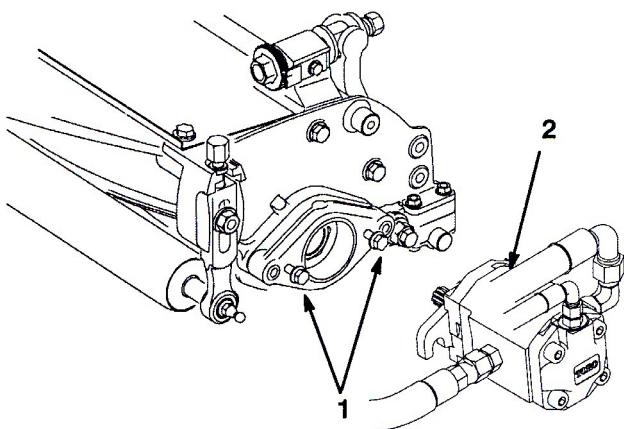

図20
- 各カッティングユニットにリール・モータ固定ネジを取り付ける。ネジ山を13 mm程度突き出させておく(図20)。
11. リールモータのシャフトのスライス部にグリスを塗布する。モータを取り付け穴に正対させ、時計方向にひねってスタッドを一回かわし、次に左回りにひねって、キャップスクリュにフランジをしっかりと掛け、キャップスクリュを締める(図20)。